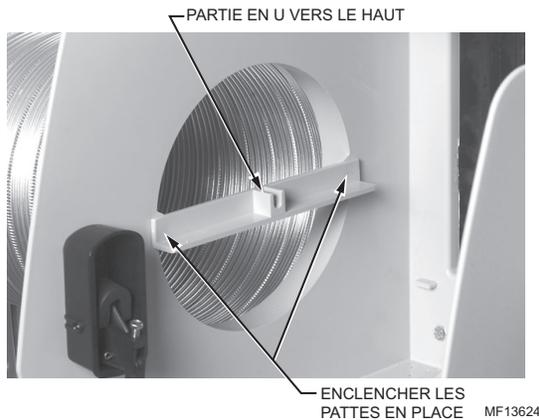

Fig. 20. Installation du support du roulement.
1. Placer le support du roulement à l'intérieur du boîtier de l'humidificateur, du côté où la gaine de dérivation est raccordée, la partie en U vers le haut. Voir la figure 20.